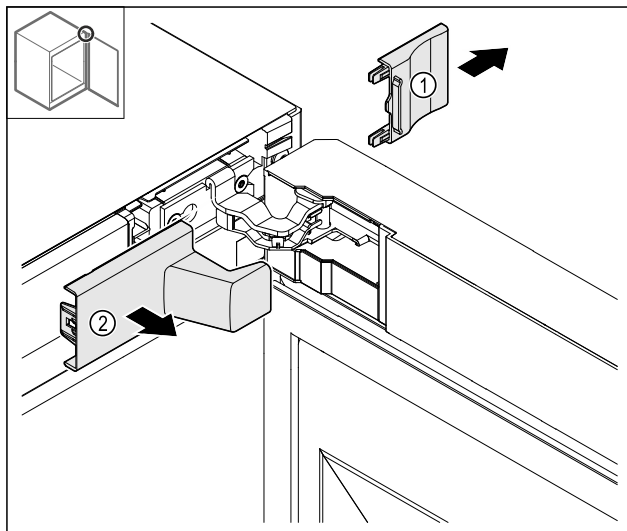

Fig. 14
- ▶ Eemaldage kate Fig. 14 (1) ja siis Fig. 14 (2).